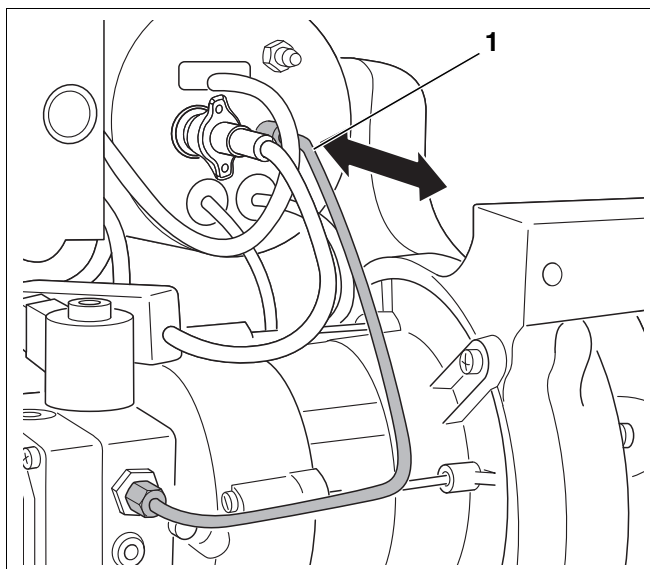

Abb. 24 Korrekten Sitz des Mischsystems prüfen
- Ölzuleitung (Abb. 24, **Pos. 1**) ca. 5 mm herausziehen und loslassen.